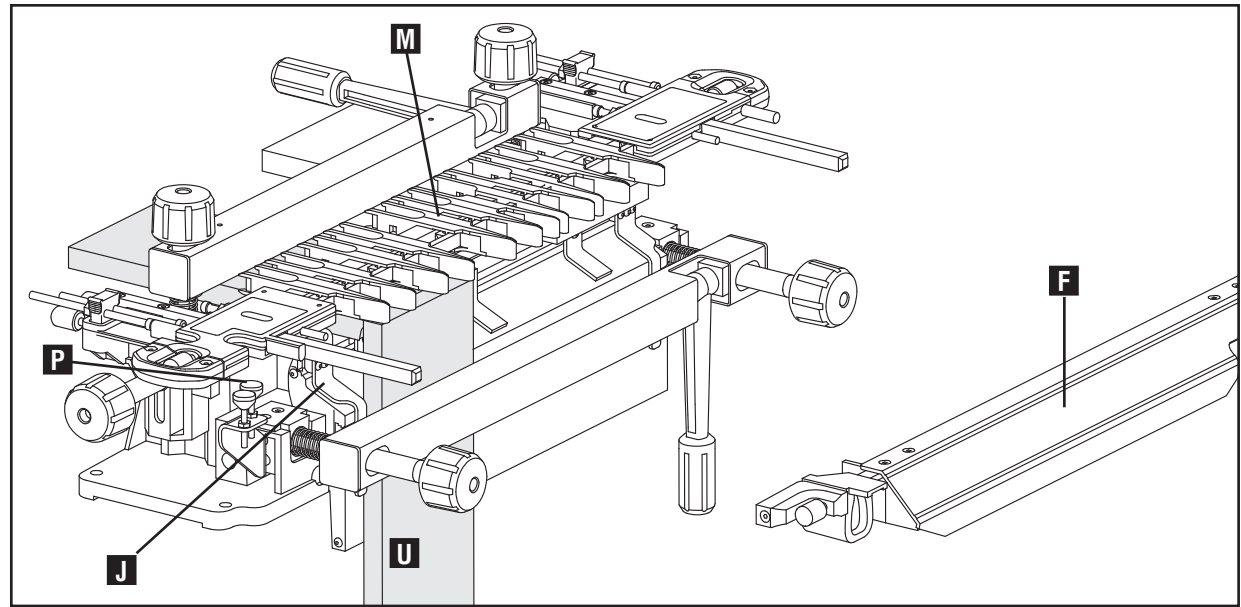
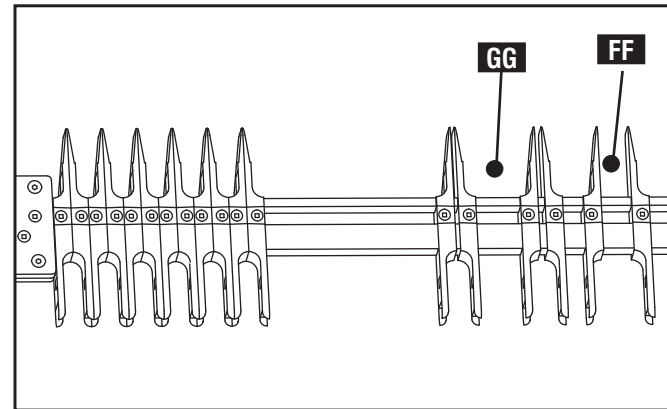

Fig. D12
Fig. D13
2. Montez la planche-goujon (U), Fig. D12, avec la « surface extérieure » orientée au loin du gabarit de montage. Assurez-vous qu'elle effleure le guide gauche décentré (J) Montez le gabarit (M) et assurez-vous que le bout de la planche-goujon (U) effleure le bas du gabarit.
3. Remplacez la barre stabilisatrice (F).
5. Réglez la profondeur de la mèche de la toupie (comme décrit au préalable) en utilisant la jauge de profondeur appropriée. (P).
6. Effectuez la coupe. Assurez-vous de seulement couper entre les doigts à angle (GG), Fig. D13, et non pas entre ceux qui sont droits (FF). Faites des petites passes en bougeant de la gauche vers la droite entre les doigts.